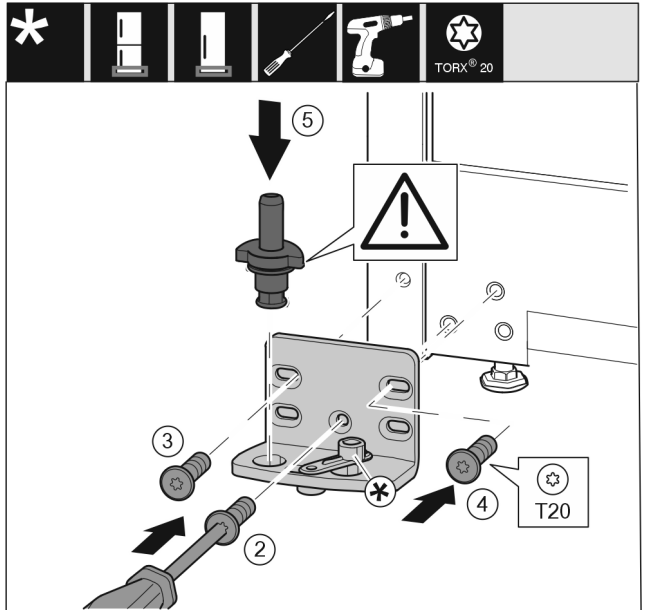

Fig. 14
- Aseta laakeripukki toiselle puolelle ja ruuvaa se kiinni T20-ruuvimeisselillä. Aloita ruuvilla 2 alhaalta keskeltä. Fig. 14 (2)
- Kiristä ruuvit 3 ja 4. Fig. 14 (3,4)
- Aseta laakeripultti kokonaan paikoilleen. Varmista, että lukitusnokka osoittaa taaksepäin. Fig. 14 (5)